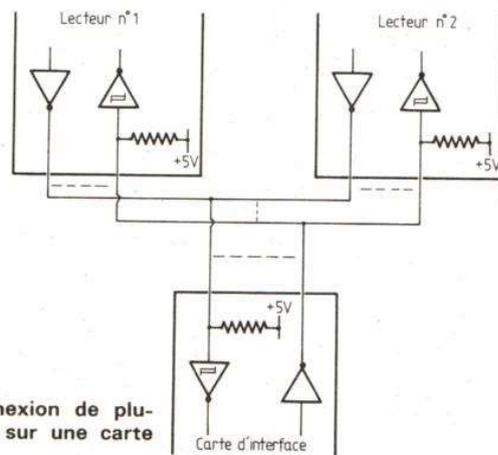

Fig. 4. - Connexion de plusieurs lecteurs sur une carte d'interface.
Le deuxième avantage apparaît lorsque l'on regarde la figure 4 qui montre le principe de connexion de plusieurs lecteurs sur une même carte de couplage. Tous les signaux d'interface de tous les lecteurs sont reliés entre eux (on réalise ainsi une sorte de bus analogue dans son idée à celui d'un micro-ordinateur) selon un schéma de OU câblé et seul le lecteur concerné par l'échange à un instant donné est validé au moyen de lignes de sélection. Le fait que les signaux soient actifs à l'état bas permet ce genre de liaison sans avoir à utiliser, comme pour les composants micro-informatiques, de portes trois états ; les portes de sortie des lecteurs non validés restant tout simplement à l'état haut. De
- Select 1, 2 et 3 sont trois lignes qui permettent de sélectionner des drives connectés comme indiqué figure 4. Le numéro de la ligne qui est à l'état bas correspond au numéro du lecteur sélectionné.